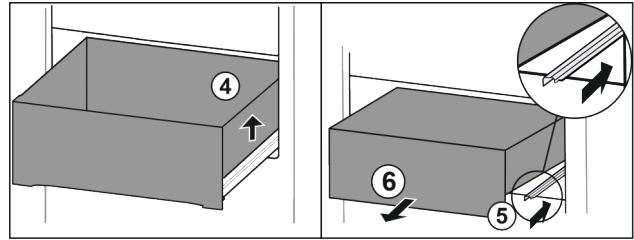

Fig. 24
- ▶ Підняти висувний ящик праворуч. Fig. 24 (4)
- ▶ Вставити праву рейку. Fig. 24 (5)
- ▶ Вийняти висувний ящик рухом вперед. Fig. 24 (6)